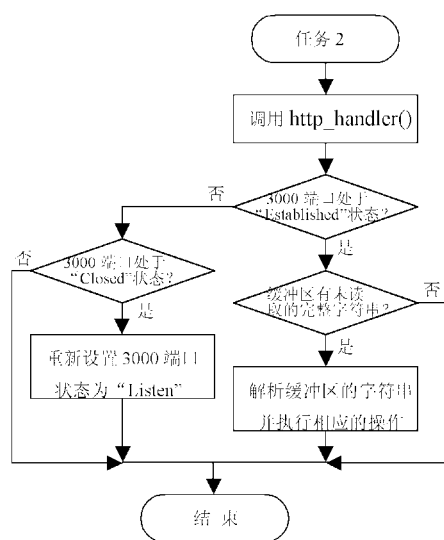

图 6 通信程序流程图
3)任务 2 部分。任务 2 的流程如图 6 所示,它的主要功能是接收由客户端发送过来的请求,判断是何种请求并做出相应的操作。在这个任务的开始调用了函数 http_handler(),它是 Dynamic C 自带的函数,用来运行 http 后台程序。这个任务还会判断套接字 3000 端口的状态,如果 3000 端口的状态由“Listen”变为“Established”,则说明客户